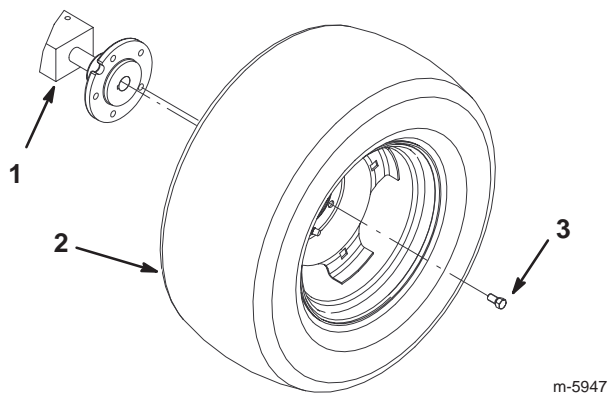

Figure 2
2. Déposez les deux roues arrière (Fig. 2).